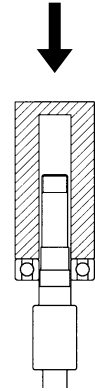

図 13
- (1) 1個目の出口側ベアリング⑳を、ベアリング番号が記入されている面を手前(プーリ側)にして、シャフト⑥の段付部まで完全に圧入する。次に、2個目の出口側ベアリング㉘を、ベアリング番号が記入されている面同士を合わせるようにして圧入する。(図 13)
- (2) ベアリングワッシャ㉙、ベアリングナット㉚を取り付ける。
- (3) 出口側ベアリング㉘にグリスを充填する。(グリスへの異物混入注意)
- (4) 出口側ベアリング㉘を出口側ベアリングボックス㉛に挿入する。
- (5) (MLB-703,1003, GLB-705,1005) 出口側ベアリングボックス㉛にベアリング押さえ㉜を取り付ける。ヒートファン㉑を取り付けて、出口側ベアリングボックス㉛をファンケース(A)①に取り付ける。
- (6) (MLB-1503,2003, GLB-1505,2005) 出口側ベアリングボックス㉛にベアリング押さえ㉜とベアリングブラケット㉝を取り付ける。ヒートファン㉑を取り付けて、ベアリングブラケット㉝と断熱プレート㉞をファンケース(A)①に取り付ける。
- (7) ファンキー⑦を取り付ける。
- (8) ファン④、デフレクタ⑤、ファンケース(B)②の順で全てのファン④まで組み立てる。